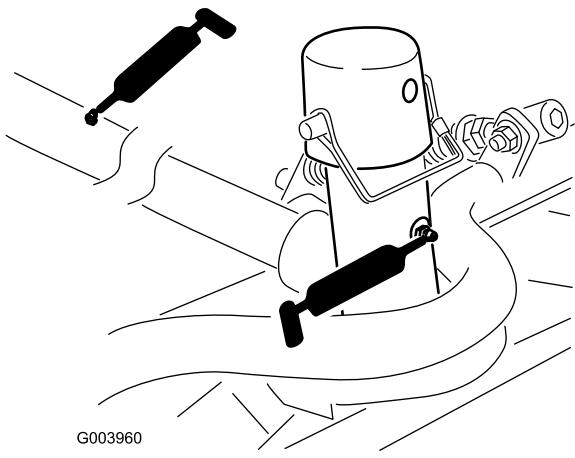

Figura 46
- Articulação e estrutura de transporte da unidade de corte (Figura 46)